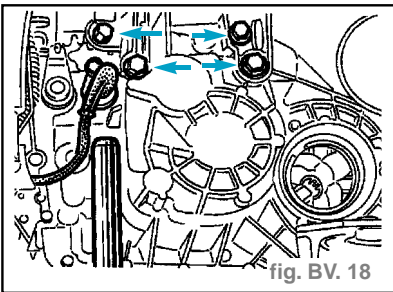

fig. BV. 18
- Déposer le support groupe motopropulseur gauche en retirant les vis de fixation du support dans la boîte de vitesses. (fig. BV. 18)
- Mettre en place et serrer en premier la vis conique du support groupe motopropulseur gauche, (en haut à gauche). (fig. BV. 18)